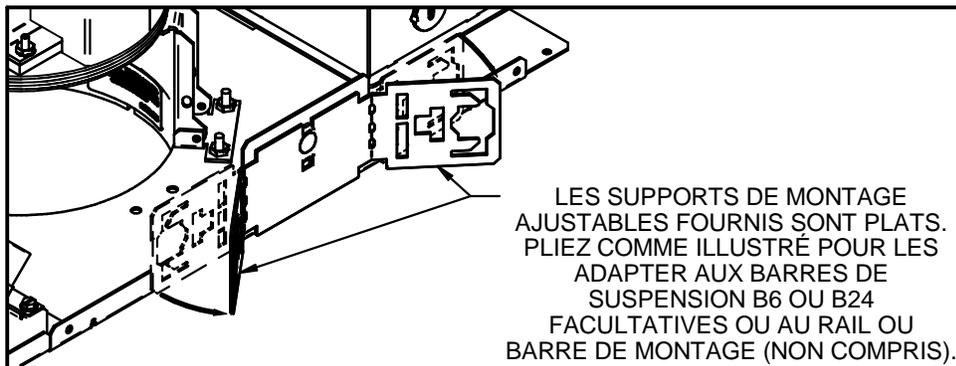

FIG. 1
1. Pliez les supports de montage comme illustré dans la **FIG. 1**. Installez le luminaire au plafond en vous servant des barres de suspension B24 ou B6 (comprises), du rail ou des barres de montage (non compris) placés dans les supports de montage ajustables. Installez le luminaire au plafond de sorte à ce que le poids du luminaire soit supporté par la structure du bâtiment à l'aide des barres de suspension, du rail de montage, des barres de montage ou par les fils de suspension, en respectant la réglementation locale. Il ne faut pas que le poids du luminaire soit retenu uniquement par le plafond!